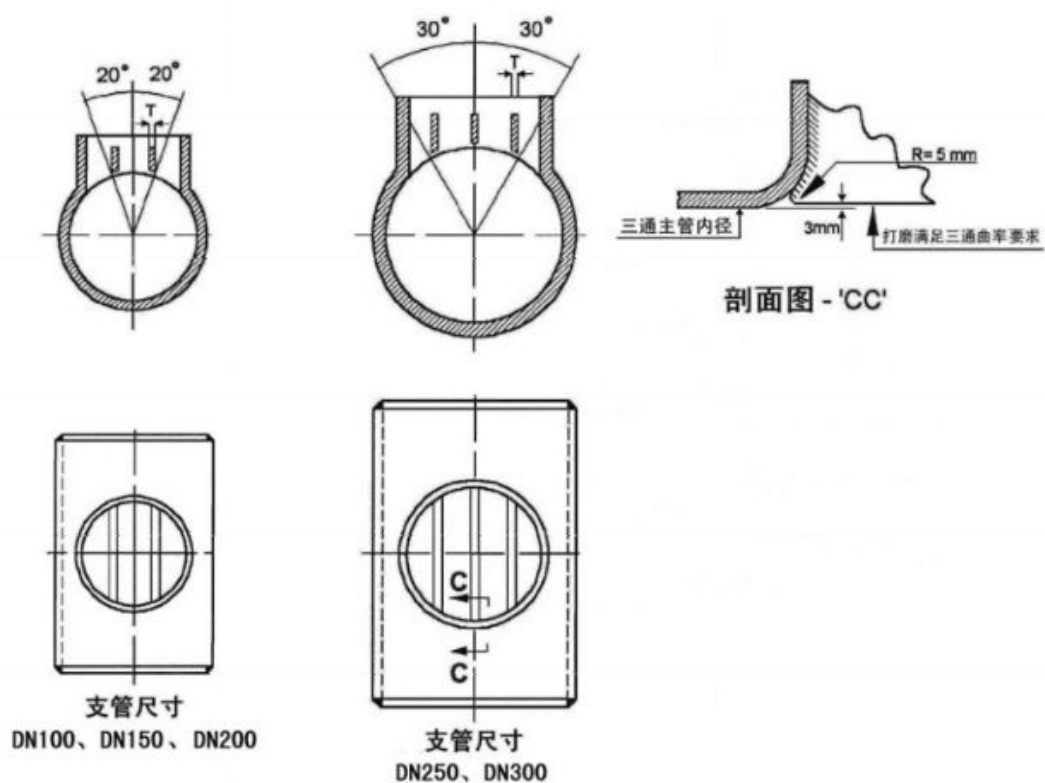
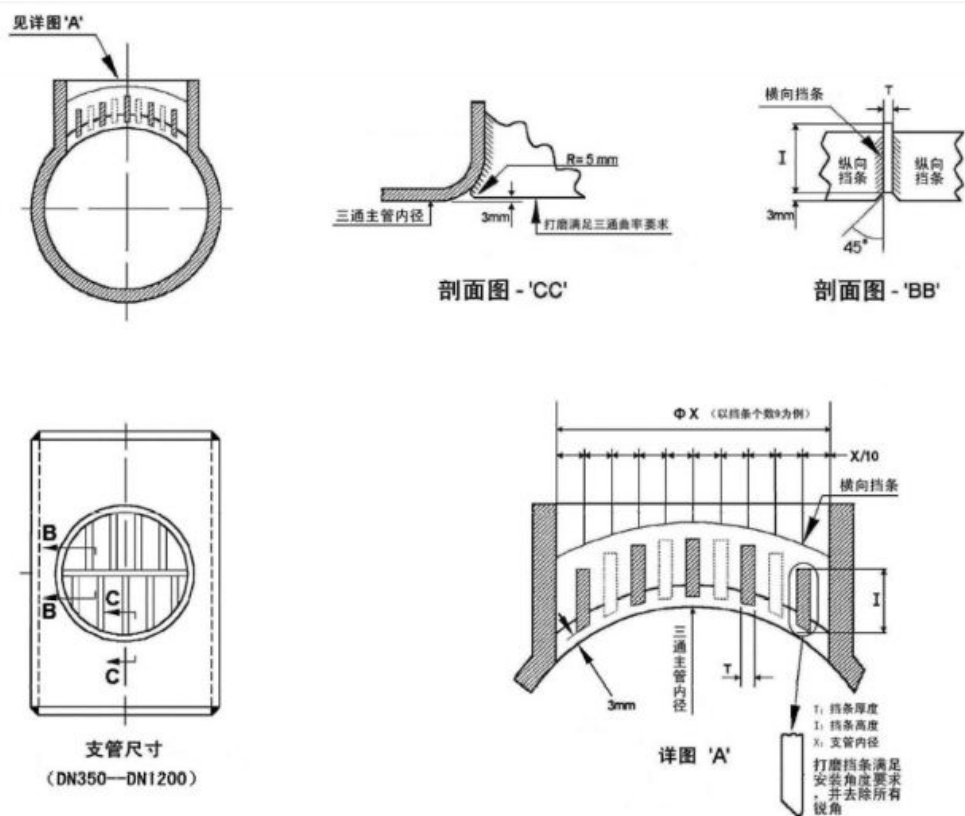

图1: 支管公称直径 $DN \leq 300$ 的清管三通挡条布置图
图2 支管公称直径 $DN \geq 350$ 的清管三通挡条布置图
2.3 当支管公称直径 $100 \leq DN \leq 300$ 时，只设置纵向挡条，并沿主管轴线均匀布置，布置方式详见图 1；当支管公称直径 $DN \geq 350$ 时，应设置横向挡条，纵向挡条位于横向挡条两侧并均匀布置，布置方式详见图 2。